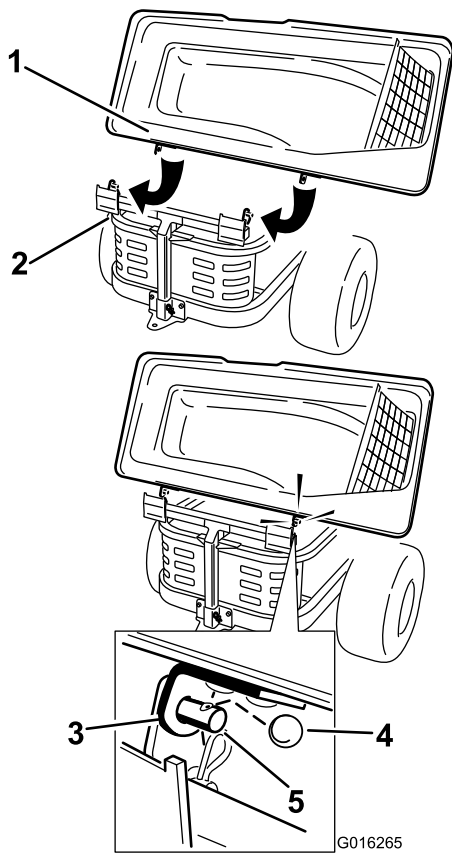

Figura 20
2. Navucite nosače preko šipki na ramu sakupljača pa postavite kružni osigurač u rupu na desnoj šipki (Figura 20).